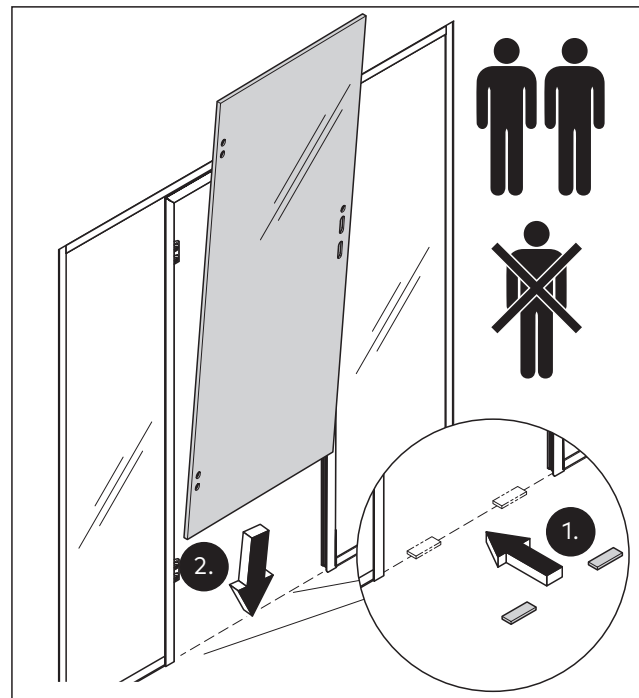

Abb. 50 Die Glastür auf die unteren Abstandhalter setzen
1. Waagrecht einen Abstand von  $7 \text{ mm} \pm 1 \text{ mm}$  zwischen Glastür und der Oberkante des Fertigfußbodens (OKFF) mit Abstandhaltern sicherstellen (Abb. 50).